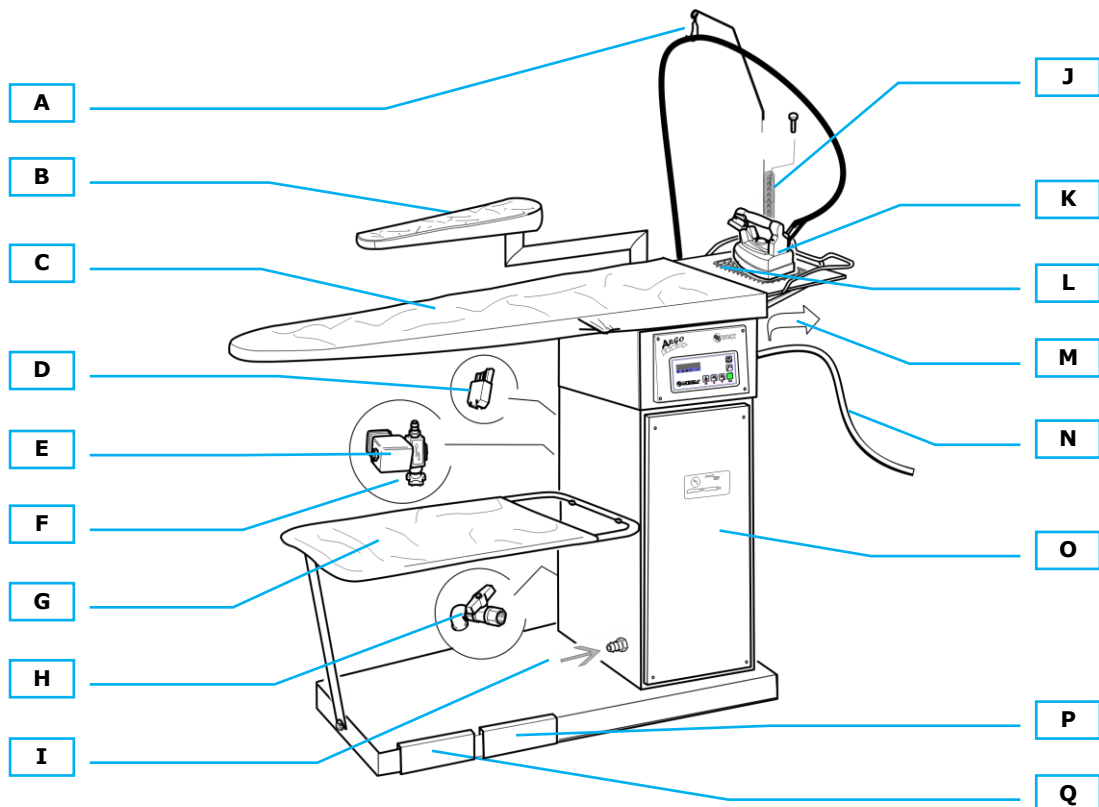
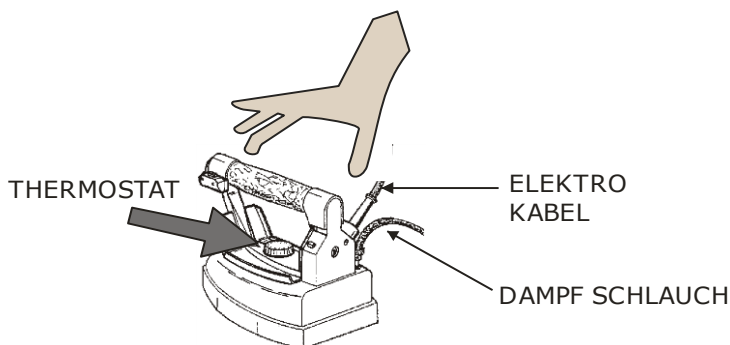
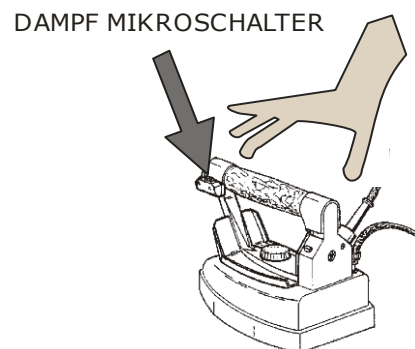

Fig. 1
Fig. 2
Fig. 3
- Der Wasser Anschluss mit einem Gummi Schlauch wie markiert (**Fig. 1**). Der Gummi Schlauch soll für min. 10 Bar Druck ausgelegt sein (Ø 7 mm) und mit 2 Schlauch Klemmen an dem Wasser Eingang befestigt werden.
- Herausnehmen von ARGO aus dem Karton und montieren Sie die 2 Kabelhalter (Antenne) rechts + links oben (**Fig. 1**).
Taste für Ein + Aus schalten des Display. **ACHTUNG:** Einige Elektro Verbindungen bleiben unter Strom und die Programme bleiben eingeschaltet. **Es wird empfohlen, am Tages Arbeits- Endes den Haupt Schalter für das Gerät und Display (Programme) aus zu schalten (Fig. 1).**
1. Den Wasser Anschluss an dem Wasser Eingang des ARGO anschließen(**Fig.1**) und Wasser Hahn öffnen. Für das Gerät mit einem Wasserkanister, diesen mit Wasser Füllen und das Gerät einschalten (El. Schalter). **ACHTUNG: Sicherstellen, dass niemals Wasser im Wasserkanister fehlt !!**
3. Den Geräte und Display Elektro Schalter einschalten (**Fig. 1**) und die verschiedenen Funktionen einschalten. **ANMERKUNG:** Jede Veränderung der einzelnen Funktionen der Elektronik werden gespeichert wenn der Geräte und Display Elektro Schalter ausgeschaltet wird. Bei jedem wieder Einschalten des Gerätes Geräte und Display Elektro Schalter werden die vor dem Ausschalten gespeicherten Daten aktiviert, z. B . wenn der Heizkessel noch vor dem ausschalten eingeschaltet war, ist der Heizkessel sofort eingeschaltet.
4. Abwarten, dass das Licht mit dem Dampf Symbol permanent eingeschaltet bleibt und im Manometer der Dampf Betriebs- Druck 4 BAR anzeigt. Danach nehmen Sie das (die) Dampf Bügeleisen in die Hand, richten es gegen den Boden und drücken den roten Knopf (**Fig. 3**) für 3-4-mal, bis regelmäßig Dampf austritt. Dieser Vorgang wird benötigt, damit sich alle Rohr und Schlauch Verbindungen erhitzen. Somit wird verhindert, das evtl. Wasser Tropfen auf die Bekleidung tropfen (das Bügeleisen muss so gehalten werden, dass keine anderen Gegenstände, wie Personen oder Tiere etc. beschädigt werden , das heißt gegen den Boden halten).
5. Für die Dampf Mengen Regulierung siehe **Fig. 1: Elektro Ventil Magnet mit Regulier Knopf**.
2. Den Heizkessel mindestens **1mal pro Woche durch spülen**, wenn er **KALT ist und nicht mehr als 0,5 Bar Druck anzeigt (Fig. 1: Manometer)** und langsam den Wasser Ablass Hahn – Heizkessel öffnen (**Fig. 1: Wasser Ablass Hahn**). **Während diesem Vorgang Gummi Handschuhe anziehen** um evtl. **Verbrennungen aus zu schließen**. **HINWEIS: Dieser Vorgang darf nur ausgeführt werden, wenn das Gerät nicht mehr an den elektrischen Strom angeschlossen ist und der Heizkessel kalt ist !!**
1. Bügeln der Bekleidung, den roten Tast Schalter drücken (**Fig. 3**) und das Fuß Pedal in regelmäßigen Intervallen betätigen (**Fig. 1**) Um ein trockenes Bekleidungsstück zu erhalten, empfiehlt es sich, das Fußpedal etwas länger zu betätigen als das Bügeln mit Dampf. Um ein gutes Bügelerggebnis zu erhalten, empfiehlt es sich, den Thermostaten (**Fig.2**) auf Cotton = Baumwolle zu stellen.
3. Für trockenes bügeln – ohne Dampf, stellen sie den Thermostaten (**Fig. 3.**) auf das Material ein (Siehe Etikett im Bekleidungs- Stück).
1. Die elektrischen Kabel beschädigen (**Fig.2**),
2. Wasser Austritt an dem Bügeleisen / Dampf Anschluss (**Fig. 3**),
8. Das Bügeleisen nass – mit Wasser ab zu waschen (**Fig. 3**),